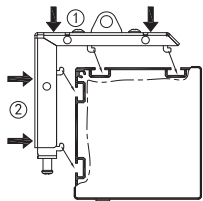
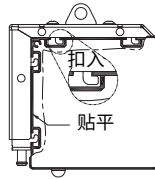

图16
图17
3.①垫高银幕外壳，把挂板横向锁勾卡入外壳顶部凹槽 ②推挂板背部把纵向锁勾卡放外壳背部凹槽。左右滑动挂板等于吊勾间距，锁上十字螺丝，完成悬吊前组装的准备。(如图16、图17)